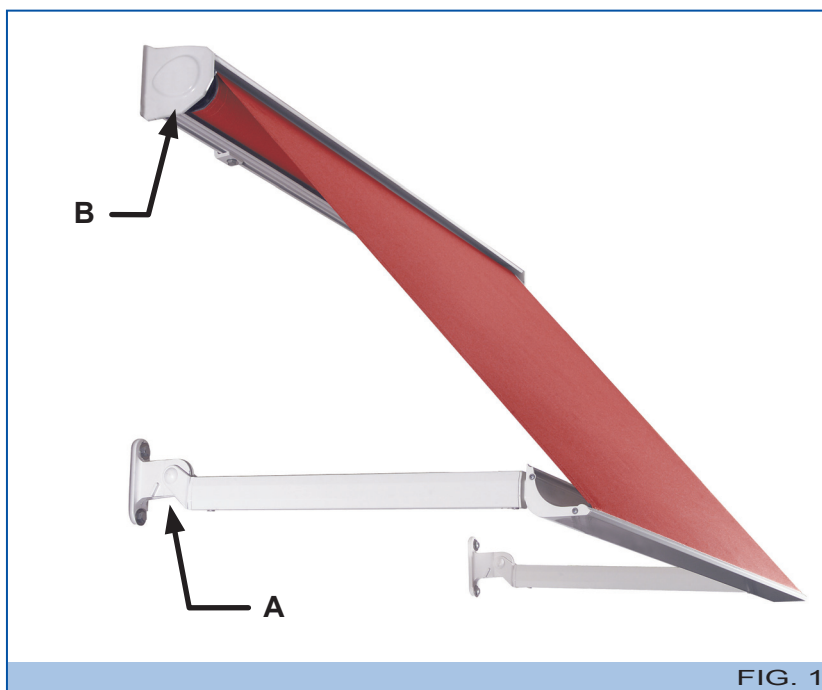

FIG. 1
L'ouverture et la fermeture du store s'effectuent à l'aide de la manivelle (A - Fig. 1) et d'un treuil (B - Fig. 1).
- L'articulation des bras pour l'inclinaison (A - Fig. 1).
- L'embout situé du côté opposé à la commande (moteur ou treuil-manivelle) (B - Fig. 1).